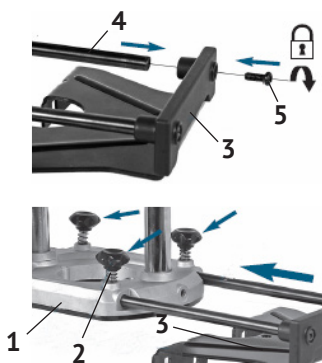

рис.6
Для осуществления ровного фрезерования параллельно краю (кромки) обрабатываемой заготовки, на опорную плиту фрезера устанавливается параллельный упор (рис.6 поз.3).
- прикрутить упор (рис.6 поз.3) двумя винтами (рис.6 поз.5) к торцам направляющих осей (рис.6 поз.4);
- ослабив винты фиксации (рис.6 поз.2), вставить направляющие оси (рис.6 поз.4) в отверстия опорной плиты (рис.6 поз.1);
- выставив нужное расстояние от фрезы до упора, зафиксировать оси винтами (рис.6 поз.2).